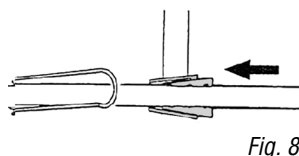

Fig. 8
- a. Glissez les plaques biseautées sur les bras transversaux dans les douilles biseautées du berceau (fig. 8).